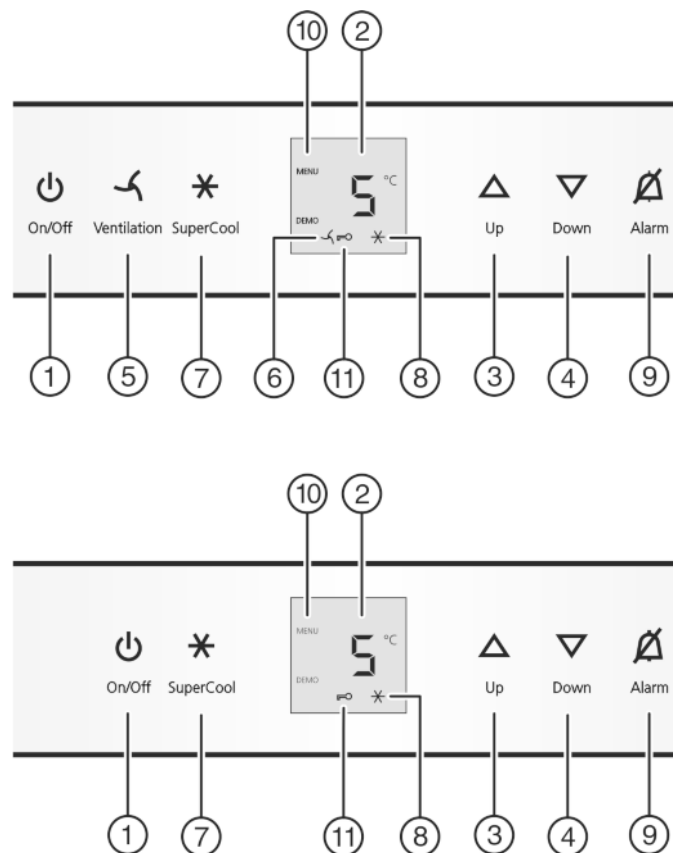

Fig. 2
- Toets On/Off Fig. 2 (1) indrukken.
- ▶ Instelmodus activeren: toets SuperCool Fig. 2 (7) ca. 5 s indrukken.
- ▷ Het symbool Menu Fig. 2 (10) is verlicht.
- ▶ Druk kort op de toets SuperCool Fig. 2 (7) om te bevestigen.
- ▶ om de kinderbeveiliging in te schakelen, drukt u kort op de toets SuperCool Fig. 2 (7).
- ▷ Het symbool kinderbeveiliging Fig. 2 (11) brandt. Op de display knippert **c**.
- ▶ om de kinderbeveiliging uit te schakelen, drukt u kort op de toets SuperCool Fig. 2 (7).
- ▷ Het symbool kinderbeveiliging Fig. 2 (11) dooft. Op de display knippert **c**.
- ▶ Instelmodus deactiveren: toets On/Off Fig. 2 (1) indrukken.
- ▶ Toets Alarm Fig. 2 (9) indrukken.
- ▶ Temperatuur hoger instellen: insteltoets Up Fig. 2 (3) indrukken.
- ▶ Temperatuur lager instellen: insteltoets Down Fig. 2 (4) indrukken.
- ▶ Toets SuperCool Fig. 2 (7) kort indrukken.
- ▷ Het symbool SuperCool Fig. 2 (8) is verlicht in de display.
- ▷ Het symbool SuperCool Fig. 2 (8) in de display gaat uit.
- Druk kort op de toets Ventilatie Fig. 2 (5).
- ▷ Het symbool Ventilatie Fig. 2 (6) brandt.
- ▷ Het symbool Ventilatie Fig. 2 (6) gaat uit.